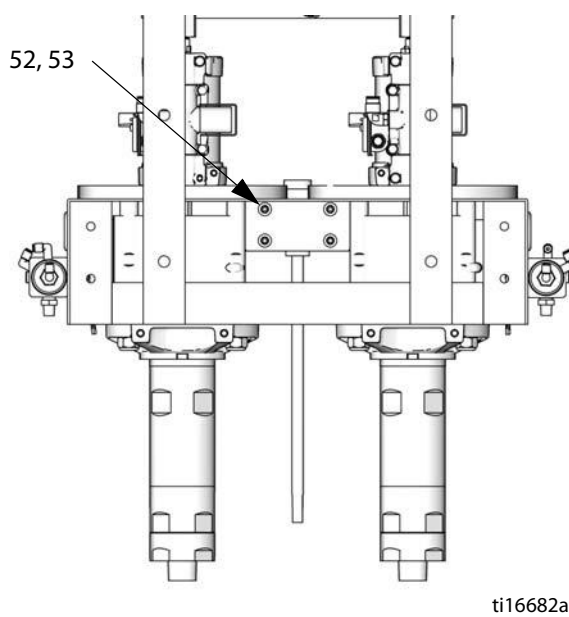

Рис. 25. Конфигурация с насосами: демонтаж коллектора
2. См. Рис. 25, стр. 31. Отсоедините линии для жидкости.
3. Придерживая смесительный коллектор (13), открутите четыре винта (52) и шайбы (53), с помощью которых он крепится к лотку для жидкости (101, конфигурации с расходомерами) или к раме насоса (конфигурации с насосами). Снимите коллектор.